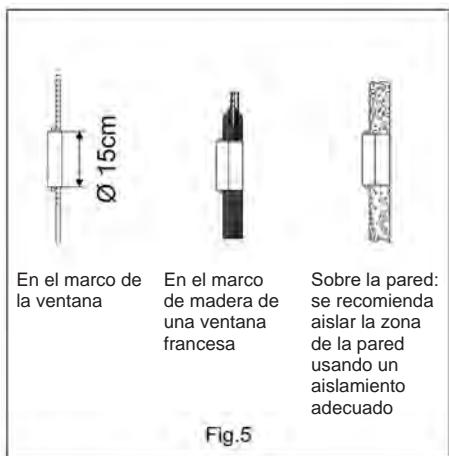

Fig.5
- Haga un orificio en una pared externa o a través del marco de una ventana. Asegúrese de que la medida min/max y la posición sean correctas (Fig. 5 and 6).